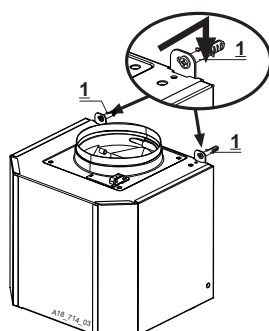

Fig. 11
3. Mettez-la de niveau en utilisant les vis de réglage « 1 » (fig. 11).